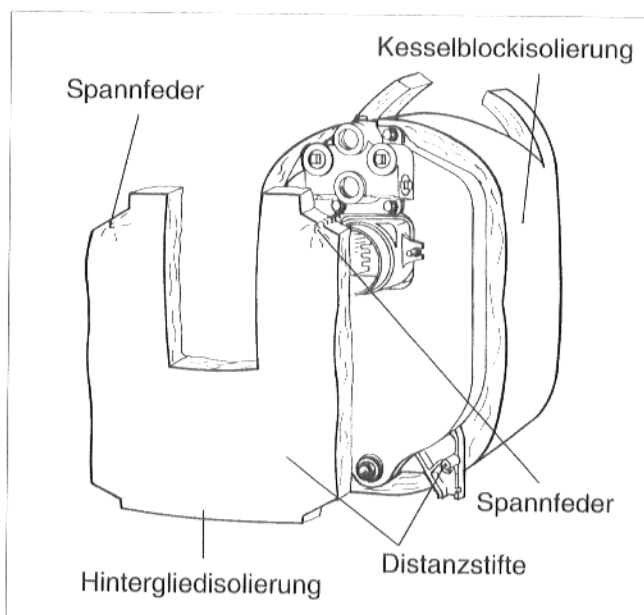

Abb. 18
- Distanzstifte links und rechts unten in das Hinterglied eindrehen (Abb. 18).
- Hintergliedisolierung entsprechend Abb. 18 am Hinterglied ansetzen und mit zwei Spannfedern in der Kesselblockisolierung einhängen.